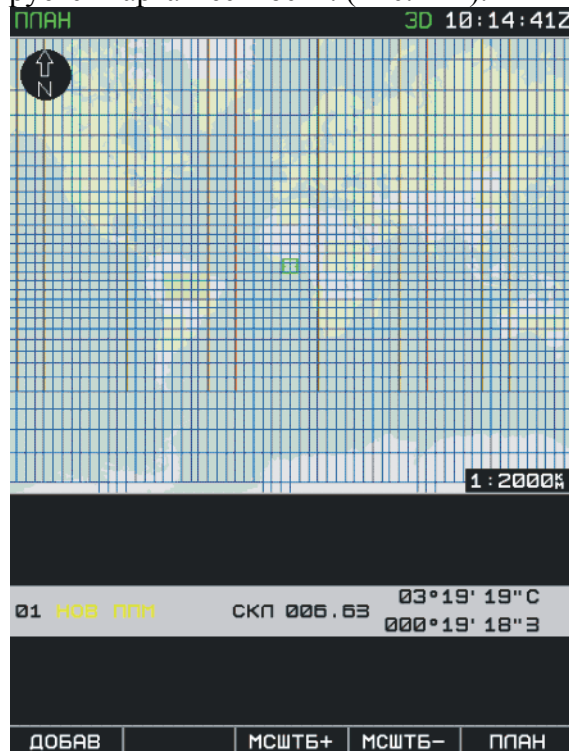

Рис. 123. Устанавливаем ИПМ поисково-спасательного плана полета
2. Нажать кнопку «РИСОВ», При этом индицируется карта местности на поле которой расположен курсор, имеющий форму квадратной рамки зеленого цвета, на поле полетной информации появится поле серого цвета с информацией о ИПМ (Рис. 123). Информационное поле соответствует Рис. 46.